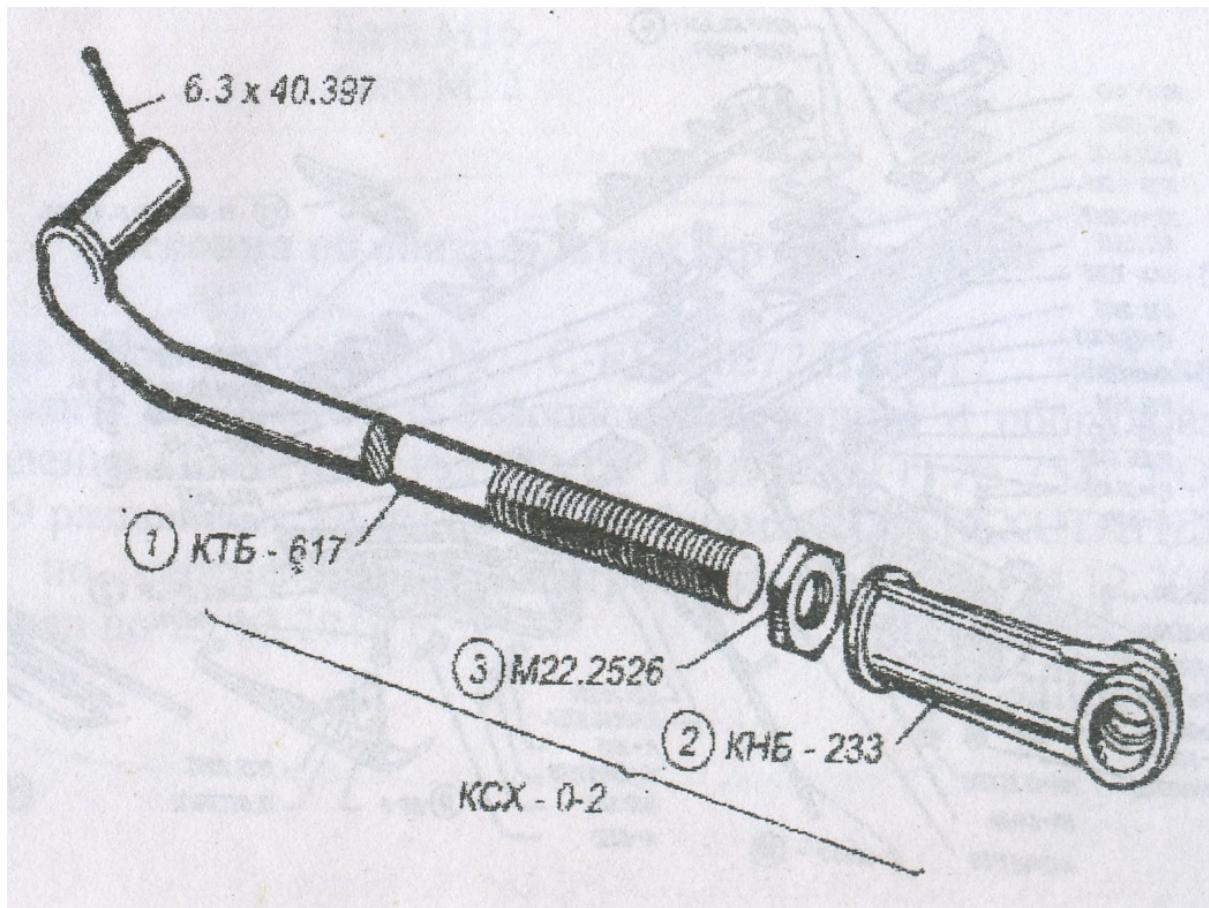

Рис. 6. Шпренгель КСХ-0-2
2.2.7. Шпренгель (рис. 6) состоит из тяги (1), головки шпренгеля (2) и контргайки (3).
- 4.1.5. Присоедините шпренгель (11) (рис. 6) к оси, вваренной в раму, и установите на ось шайбу и шплинт.